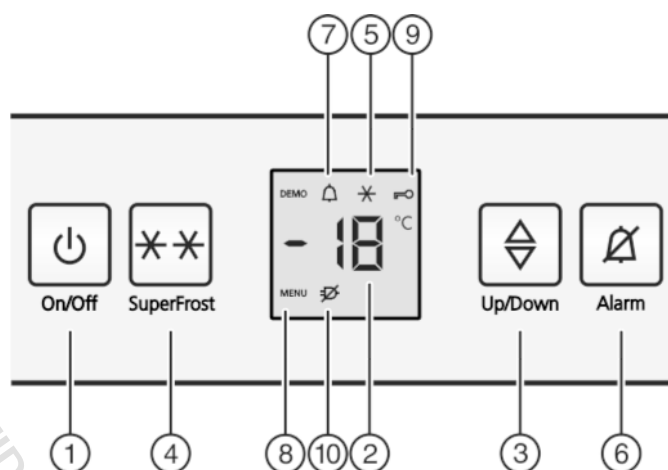

Fig. 2
- Appuyer sur la touche On/Off Fig. 2 (1).
- ▷ L'appareil est enclenché. L'affichage de la température et le symbole Alarme Fig. 2 (7) clignotent jusqu'à ce que la température soit suffisamment froide.
- ▶ Activer le mode de réglage : appuyer sur la touche SuperFrost Fig. 2 (4) pendant env. 5 secondes.
- ▷ Le symbole Menu Fig. 2 (8) apparaît dans l'affichage.
- ▶ Confirmez en appuyant brièvement sur la touche SuperFrost Fig. 2 (4).
- ▷ Le symbole Sécurité enfants Fig. 2 (9) s'allume dans l'affichage.
- ▶ Pour mettre fin au mode de réglage : Appuyer brièvement sur la touche On/Off Fig. 2 (1).
- ▷ Le symbole Sécurité enfants Fig. 2 (9) s'éteint.
- ▶ Appuyer sur la touche Alarme Fig. 2 (6).
L'affichage de la température clignote en même temps que le symbole Alarme Fig. 2 (7).
L'avertisseur sonore s'éteint automatiquement et le symbole Alarme Fig. 2 (7) et l'affichage de température arrêtent de clignoter lorsque la température est de nouveau suffisamment froide.